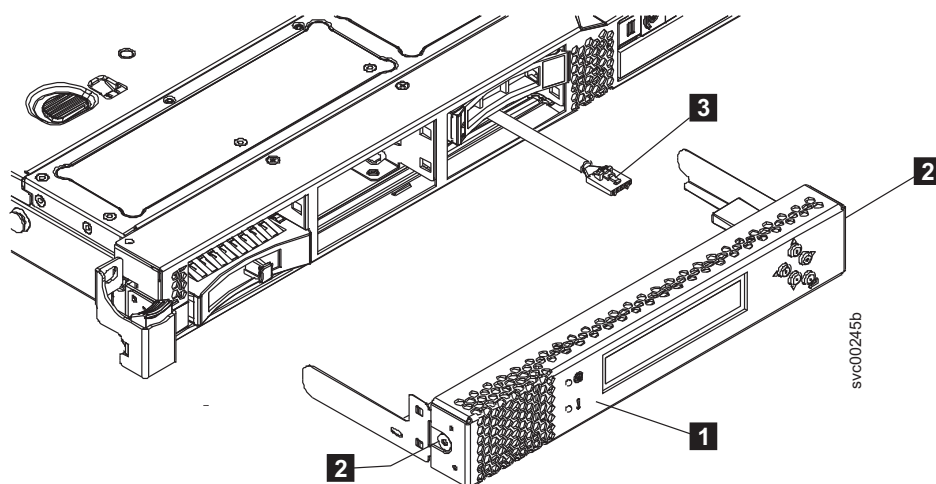

Figura 99. Controlador de Serviço do SAN Volume Controller 2145-CG8 ou 2145-CF8
8. Se pretender substituir a FRU do controlador de serviço, desconecte o cabo USB, mostrado pelo **3** na Figura 99, do controlador de serviço.